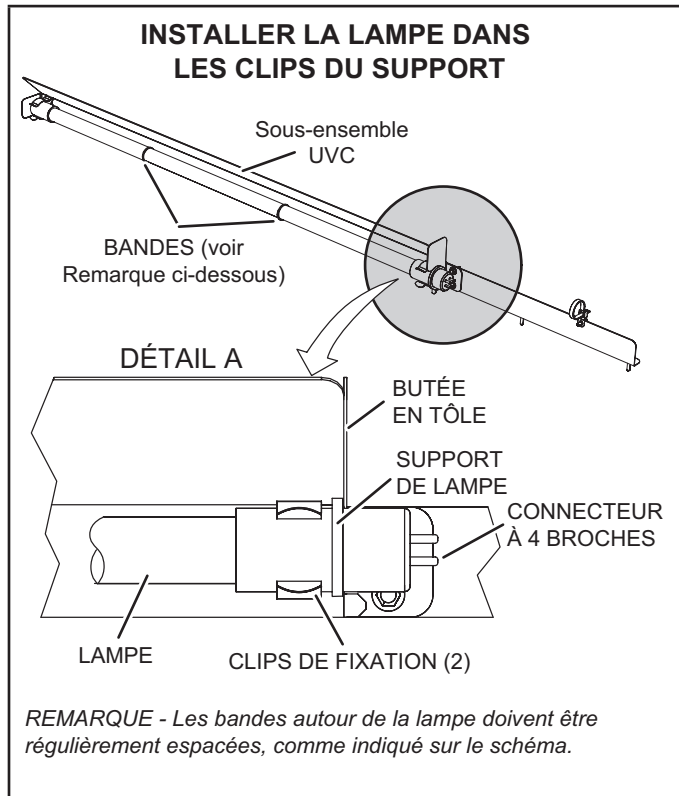

FIGURE 39
- 7 - Porter des gants en coton ou utiliser un chiffon en coton pour manipuler la nouvelle lampe. Placer la nouvelle lampe dans les clips de fixation de l'ensemble UVC. Vérifier que la bride de la lampe située à l'extrémité du connecteur est bien insérée entre le clip de fixation de la lampe et la butée métallique (voir FIGURE 39).